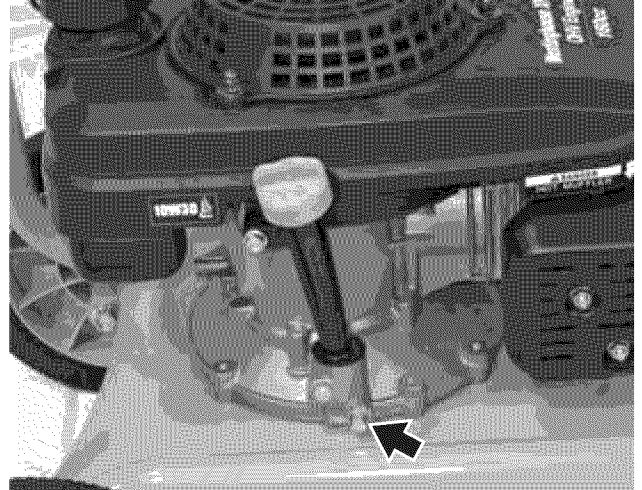

Figura 28 – Tapón de drenaje del aceite
6. Extraiga el tapón del drenaje del aceite (ver *Figura 28*). Después de hacerlo, coloque el tapón de drenaje del aceite sobre una superficie limpia.